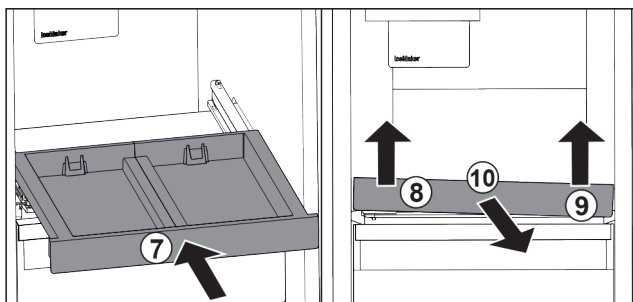

Fig. 102
- ▶ Inserați raftul extractibil. Fig. 102 (7)
- ▶ Ridicați raftul extractibil din față stânga. Fig. 102 (8)
- ▶ Ridicați raftul extractibil din față dreapta. Fig. 102 (9)
- ▶ Extrageți raftul extractibil spre înainte. Fig. 102 (10)